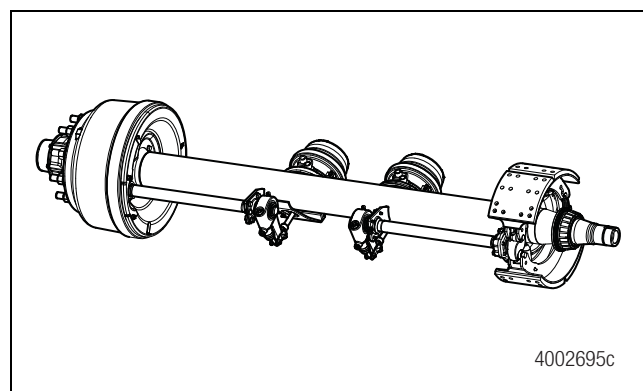

Figura 2.1
- Vigas rectas como, por ejemplo, los modelos TN, TP, TQ y TR. Figura 2.1.